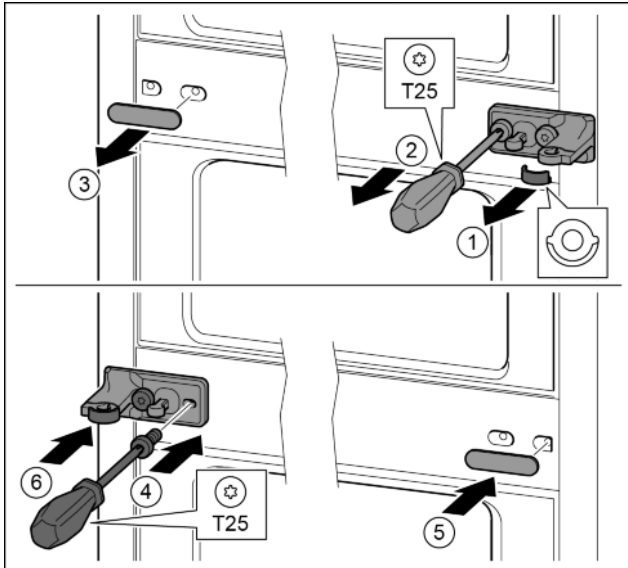

Fig. 32
- ▶ Снять шайбу. Fig. 32 (1)
- ▶ Выкрутить винты отверткой T25. Fig. 32 (2)
- ▶ Осторожно снять крышку. Fig. 32 (3)
- ▶ Плотно прикрутить опорный кронштейн с подкладкой с поворотом на 180° с другой стороны. Fig. 32 (4)
- ▶ Установить крышку с поворотом на 180° с другой стороны. Fig. 32 (5)
- ▶ Спереди надвинуть шайбу. Fig. 32 (6)